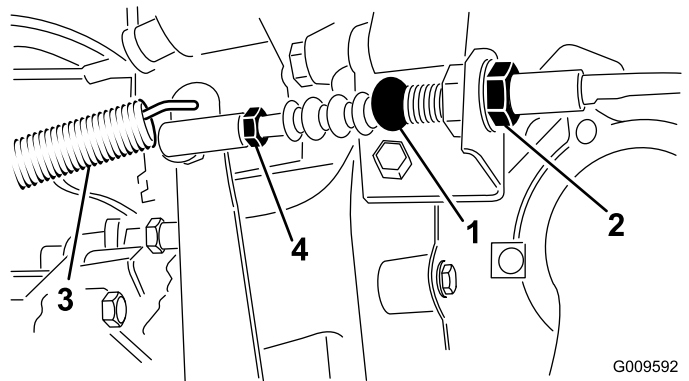

Bild 65
1. Lösen Sie die Klemmmuttern, mit denen das Kupplungskabel an der Halterung am Glockengehäuse befestigt ist (Bild 65).